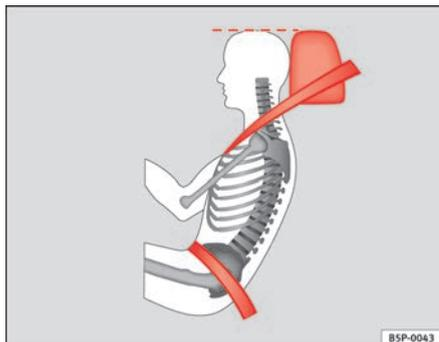

Fig. 13 Cintura di sicurezza e poggiatesta (visti di lato) posizionati correttamente
- Il tratto addominale del nastro deve passare sul bacino e non sull'addome. La cintura di sicurezza deve aderire bene al bacino ⇒ **fig. 13**. Se necessario si deve tendere un po' la cintura tirandola con la mano.